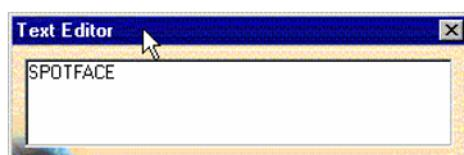

Fig.29. Introducerea textului
- În fereastra **Text Editor** afisata se introduce textul dorit (fig.29);